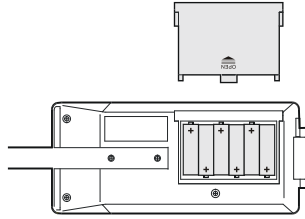

Figure 14
1) Retirez le couvercle du compartiment des piles en direction de la flèche. Installez les 6 piles alcalines AA selon la polarité inscrite à l'intérieur du compartiment (voir Figure 14)